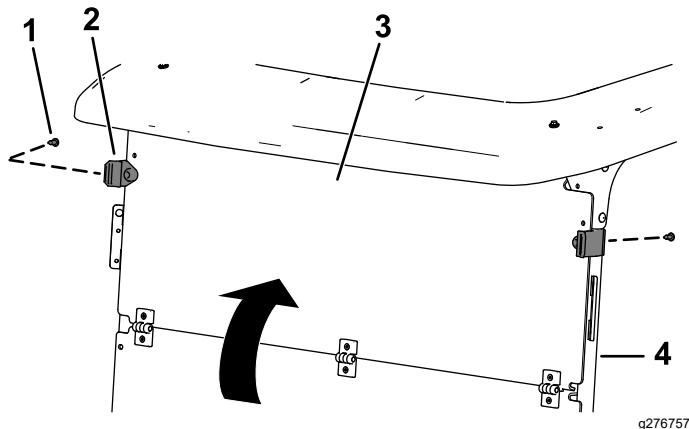

Figura 7
2. Despliegue el parabrisas y sujetelo a la parte superior del parabrisas a los tubos de soporte de la capota usando las 2 abrazaderas de goma y 2 remaches de plástico cortos en los taladros inferiores (Figura 7).